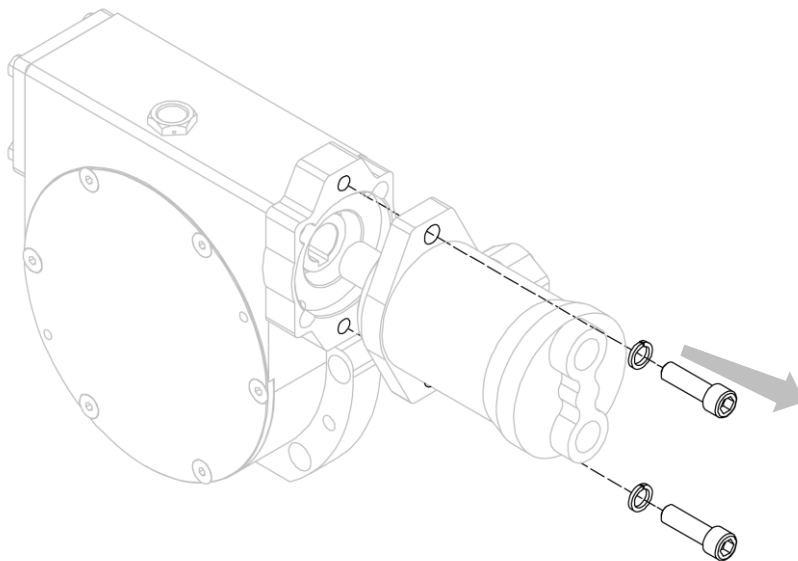

Figura 35
4. Separar el motor del reductor, después de haber quitado los correspondientes tornillos que lo constriñen (mira *Figura 35*).